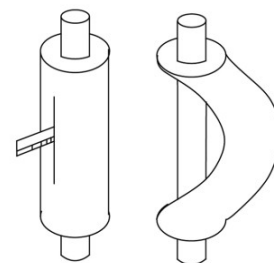

Рис. 4.3.3
- (2) Не сгибайте трубу более чем на 90 °.
- (3) Если труба многократно изгибается или растягивается возникает сложность с повторным изгибом или растяжением. Поэтому не рекомендуется изгибать и растягивать более 3 раз.
- (4) В случае, если при прямом изгибе в трубе проявляются трещины, используйте острый нож, чтобы разрезать изолирующий слой, как показано на Рис.4.3.3. Не сгибайте трубу, пока она не станет открытой. По завершении изгиба, оберните трубу изоляционным слоем, а затем закрепите ее липкой лентой.